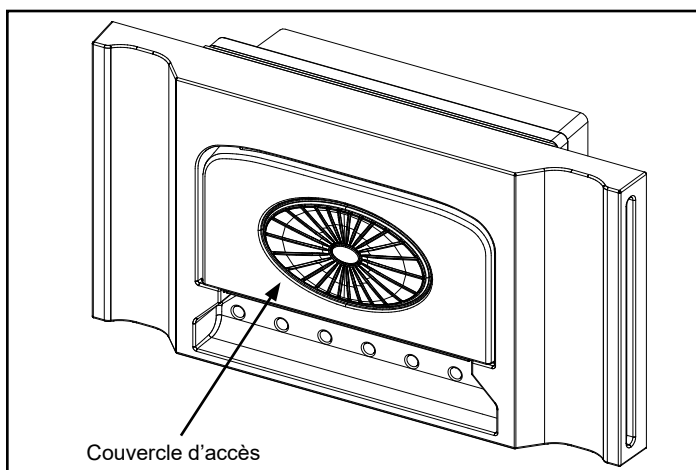

Figure 5.8 - Localiser le couvercle d'accès.
1. Localisez le couvercle d'accès au centre arrière de l'unité, Figure 5.8.